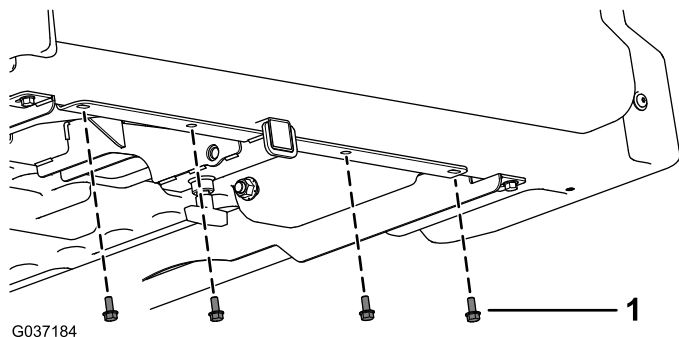

Figura 2
1. Retire los 4 tornillos hexagonales con arandela prensada existentes ($5/16'' \times 3/4''$) de la parte inferior de la plataforma de carga (Figura 2).